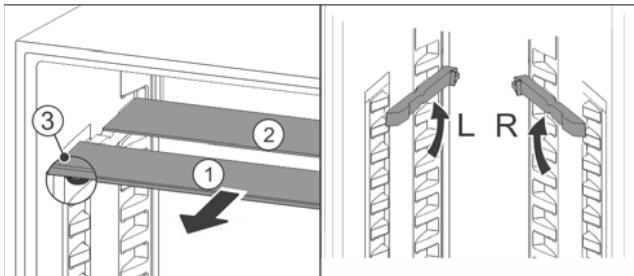

Fig. 57
- По одной извлеките Fig. 57 (1) стеклянные панели движением вперед.
- Стеклянная панель Fig. 57 (1) с декоративной планкой лежит спереди.
- Стопоры Fig. 57 (3) показывают вниз.